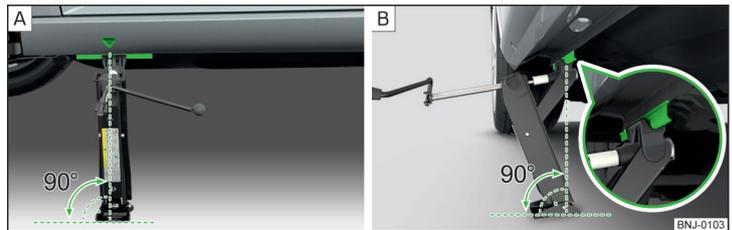

Fig. 185 Imagen esquemática: Colocar el gato
- » Apoye la placa de base del gato con toda la superficie en un suelo recto y asegúrese de que el gato se encuentra en posición vertical respecto al punto de apoyo » fig. 185 - [A].
- » Gire el gato con la manivela debajo del punto de apoyo hasta que su garra se encuentre en el larguero inferior » fig. 185 - [B].